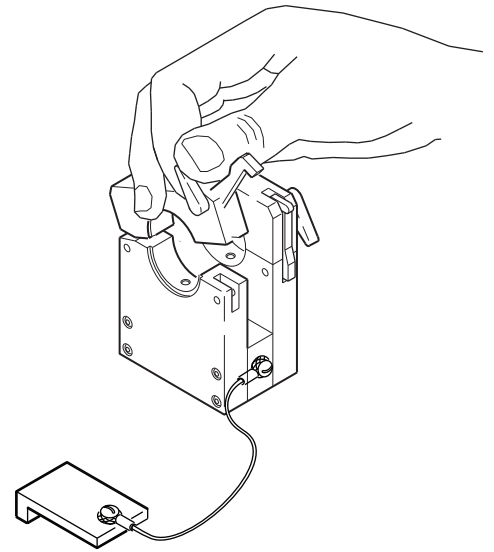

図 12：フィクスチャー・ブロックを開く
1. 両方のレバーを外してチューブ用フィクスチャー・ブロックを開きます。図 12 をご参照ください。